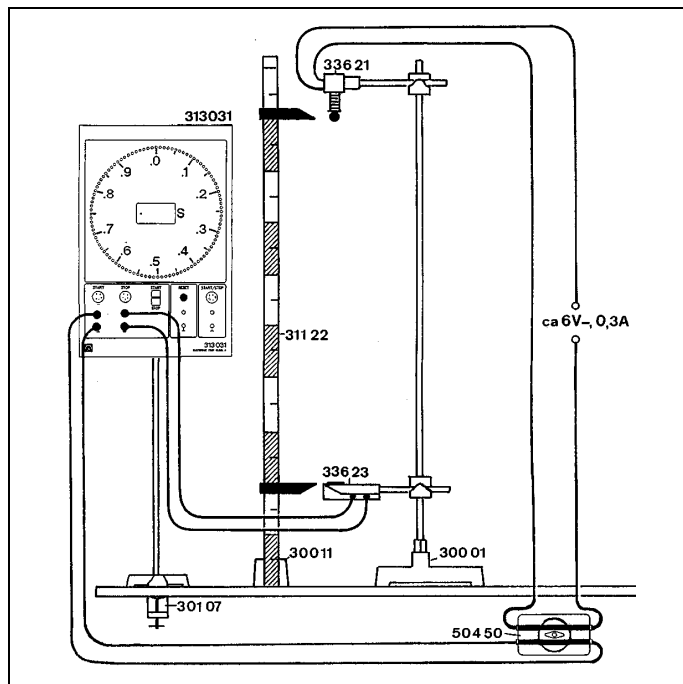
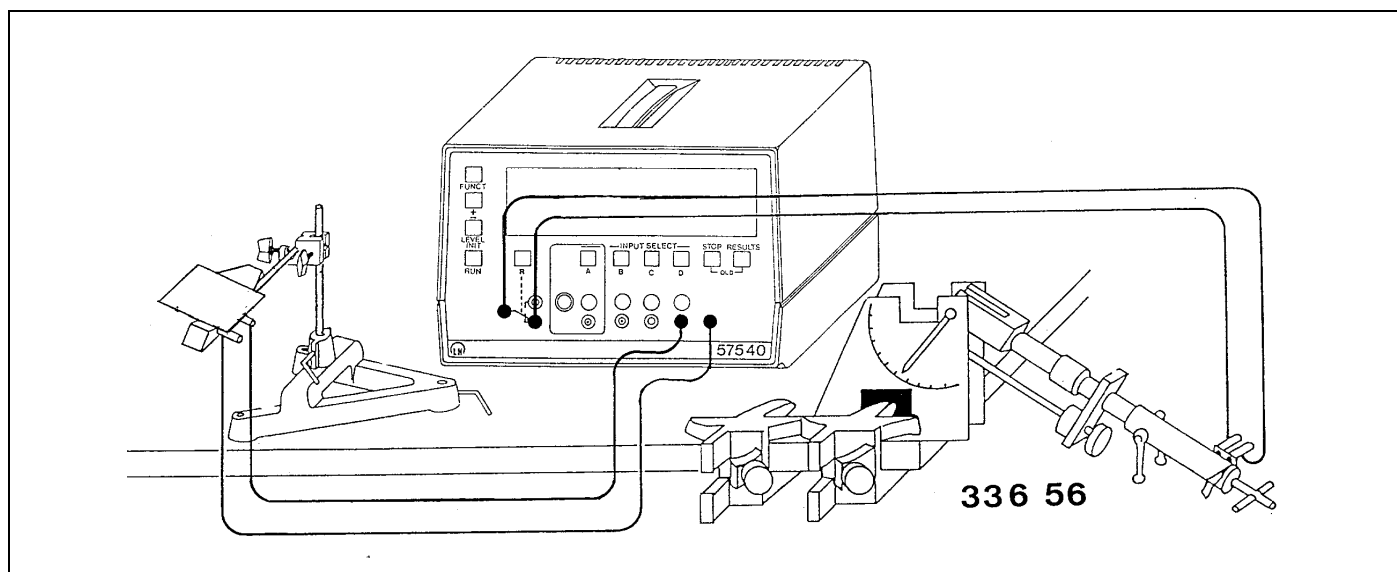

Fig. 2
Fig. 3
- ⑤ Tige de fixation, Ø 12 mm, env. 19 cm de long, pour la fixation sur un pied (fig. 2, fig. 3).
- ⑥ Bille d'acier, Ø 15 mm, entre autres pour les expériences sur la chute libre.
Monter le grand contact avec un système de fixation dans le montage expérimental de sorte que la bille frappe la surface d'impact ② (cf. fig. 2, fig. 3).
- ② superficie de bote, revestida de caucho, para la bola
- ③, ④ bornes de 4 mm para conectar la placa de contacto con la entrada de parada (STOP) de un cronómetro eléctrico. El borne ③ está siempre eléctricamente conectado con la placa ①, el borne ④ lo está sólo en la posición II (véase croquis detallado)
- ⑤ vástago de soporte, 12 mm de diámetro, aprox. 19 cm de longitud, para fijarlo sobre material soporte (véase Fig. 2 y 3).
- ⑥ bola de acero, 15 mm de diámetro por ej., para experimentos de caída libre.
Sujetar la placa de contacto con material soporte en el montaje experimental de forma que la bola caiga en la superficie de bote ② (véase Fig. 2 y 3).